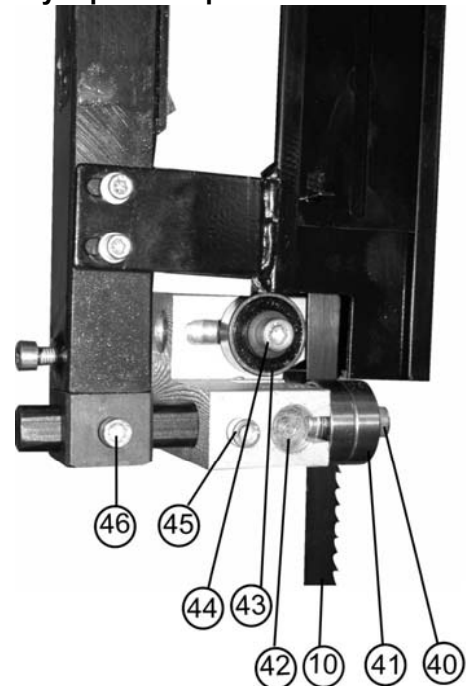
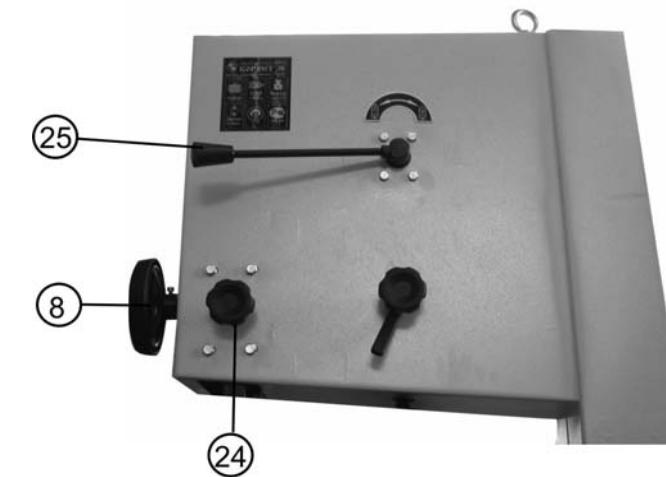

Рис. 13
Рис. 15
11.5. Регулировка верхней и нижней направляющих пильной ленты (Рис. 13, 14)
11.6.1. Для выполнения качественной работы, уменьшения нагрузки на пильную ленту (10) и обеспечения техники безопасности при выполнении пиления заготовки, нижний край направляющих подшипников (41) верхней направляющей (45) необходимо установить на высоте не более 3 мм от заготовки, Рис. 13.
11.6.2. Ослабьте фиксацию винта (24), вращением маховика перемещения направляющей (8) установите и зафиксируйте винтом (24), Рис.15, необходимое положение верхней направляющей (45), Рис.13.